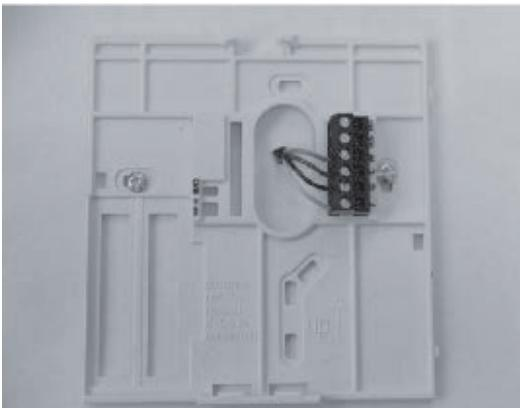

Abb. 2 - Adern an der Klemmleiste fixieren
7. Länge und Verlegung der einzelnen Adern für die jeweilige Anschlussklemme und den Klemmenblock an der Rückseite korrigieren; dabei jeweils 6,5 mm Reserve pro Ader lassen. Die Isolierung jeder Ader nur 6,5 mm entfernen, damit benachbarte Adern beim Anschluss keinen Kurzschluss miteinander haben. Siehe Abb. 2.